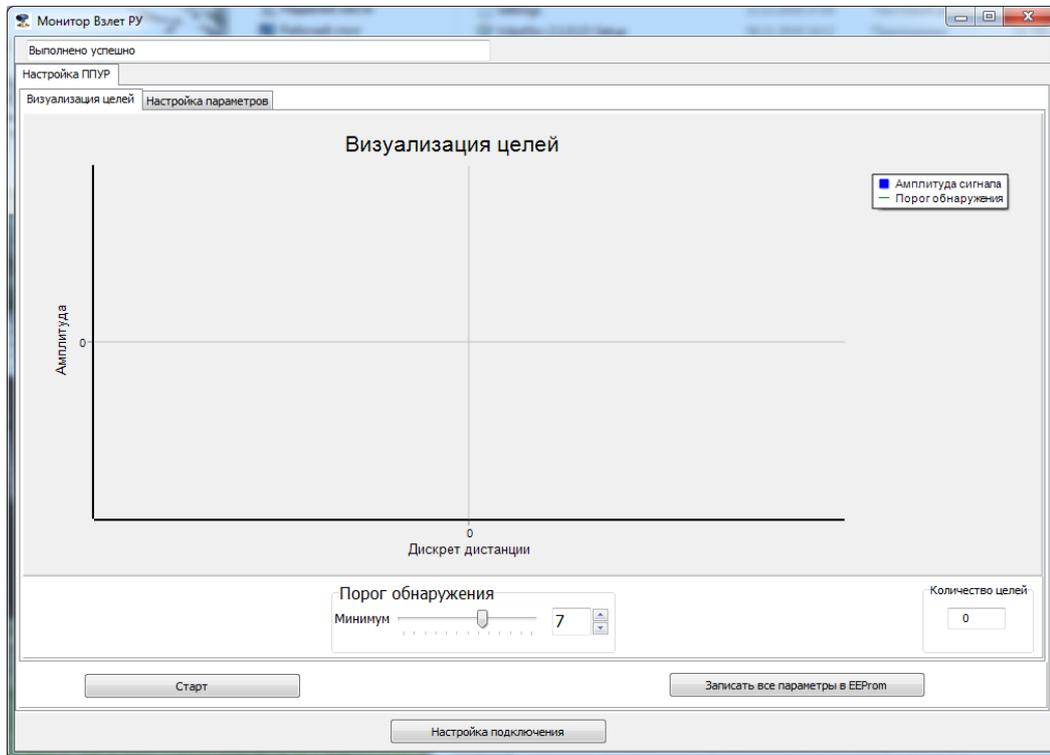

Рисунок 24 – Окно «Визуализация целей»
7.7.2 После успешного подключения откроется окно «Визуализация целей» (см. рисунок 24). Для начала процесса измерений нажмите кнопку «Старт», начнется процесс отображения измерений, как приведено на рисунке 25.